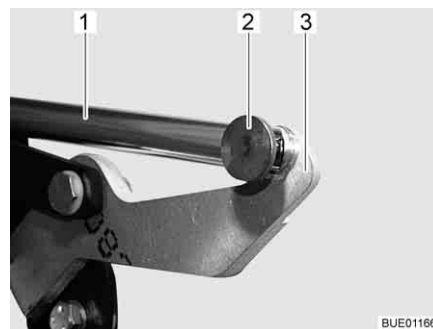

Fig. 110 Azionamento
- Rimuovere il collegamento (p. es. perno e spina a molla) (Fig. 110,2) tra la biella (Fig. 110,1) e la leva (Fig. 110,3).